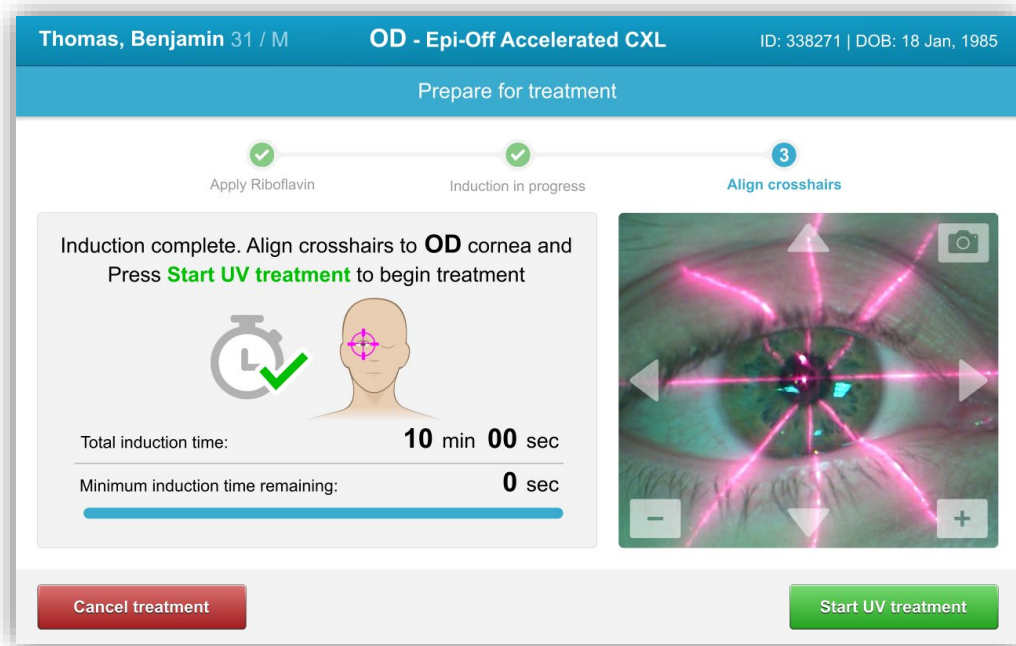

Figura 3-26. Iniciar el tratamiento UV
- Una vez que la aplicación de riboflavina, la inducción y la alineación de la retícula hayan finalizado, inicie el tratamiento pulsando el botón “Iniciar tratamiento UV” (Start UV Treatment), tal como se muestra en la figura 3-26.